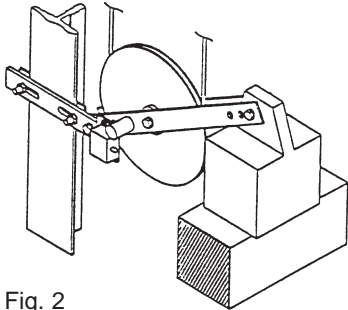

Fig. 2
- Supportare il contrappeso, fin tanto che viene portato in posizione obliqua (fig. 2)